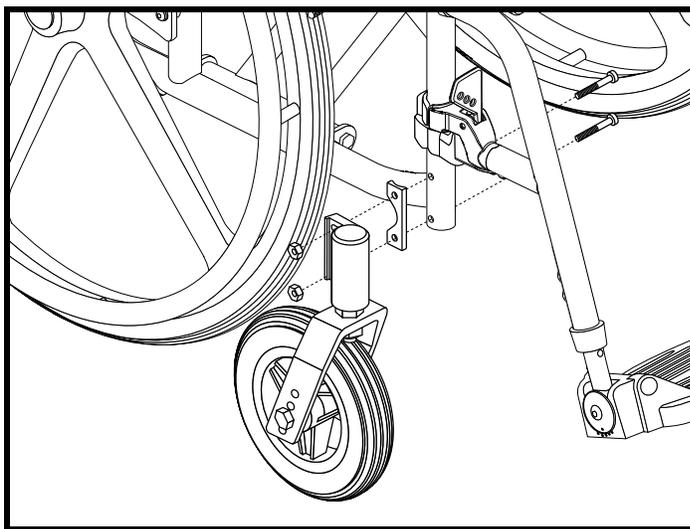

Figure 40. Enlèvement d'une roue avant boulonnée
1. Retirez l'écrou qui attache la roue avant à votre fauteuil roulant. **Voir la figure 40.**